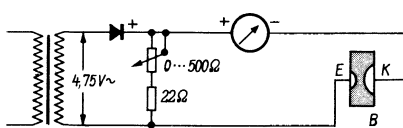

Bild 10. Messung des Leckstromes zwischen Emitter und Kollektor bei offener Basis
3. Messung des sogenannten Leckstromes zwischen Emitter und Kollektor bei offener Basis nach Bild 10.